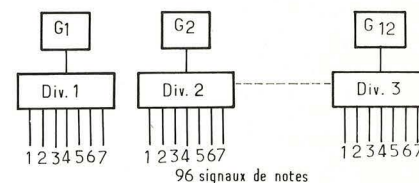

Figure 2
(2) Emploi de diviseurs de fréquence. Dans ce cas, il ne sera plus nécessaire que 12 oscillateurs à accords indépendants, chacun suivi d'un diviseur de fréquence comme le montre la figure 2.